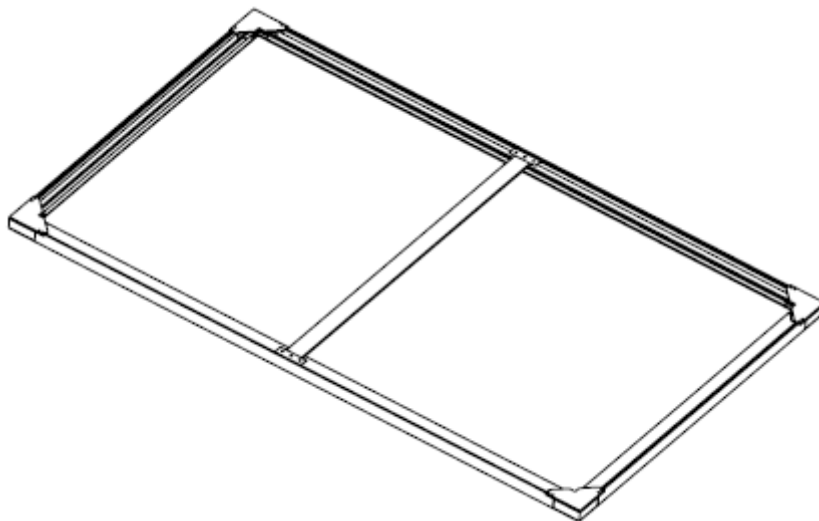
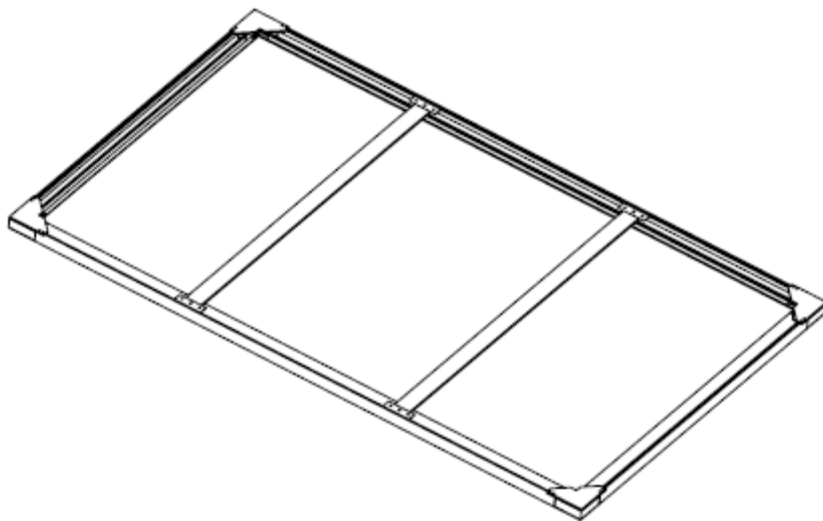

Рис. 2
Рис. 3
2. Для больших экранов Clarions может потребоваться одна или две вертикальных перекладины. В случае установки одной вертикальной перекладины, отцентрируйте перекладину по задней части рамы экрана (см. рис. 2). В случае установки двух вертикальных перекладин, разместите каждую перекладину приблизительно в расстоянии одной трети от боковой стороны рамы (см. рис. 3).